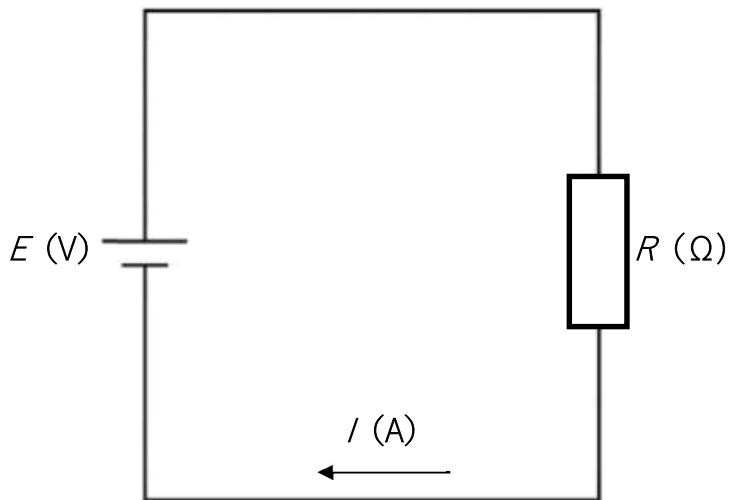

図9-6 電流、電圧、抵抗の回路
- 図9-6 の回路において、電流 (I) 、電圧 (E) 、抵抗 (R) の間には
- ① () 図9-6において電流が10A、抵抗が2Ωのとき電圧は20Vである。
- ② () 図9-6において電圧が30V、抵抗が5Ωのとき電流は5Aである。
- ③ () 図9-6において電圧が250V、電流が10Aのとき抵抗は24Ωである。
- ④ () 図9-6において電圧が30mV、電流が1mAのとき抵抗は30mΩである。
- ⑤ () 図9-6において電流が2mA、抵抗が5Ωのとき電圧は10mVである。